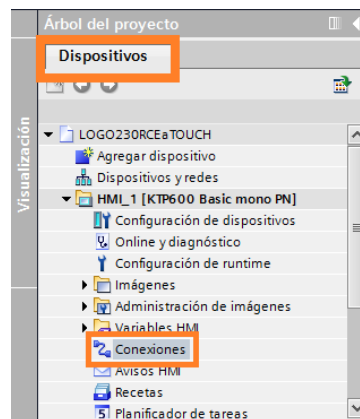

Figura 133: Conexiones.
11. Dentro de dispositivos dar clic sobre conexiones Figura 133, aparece una ventana Figura 134 para configurar la conexión.